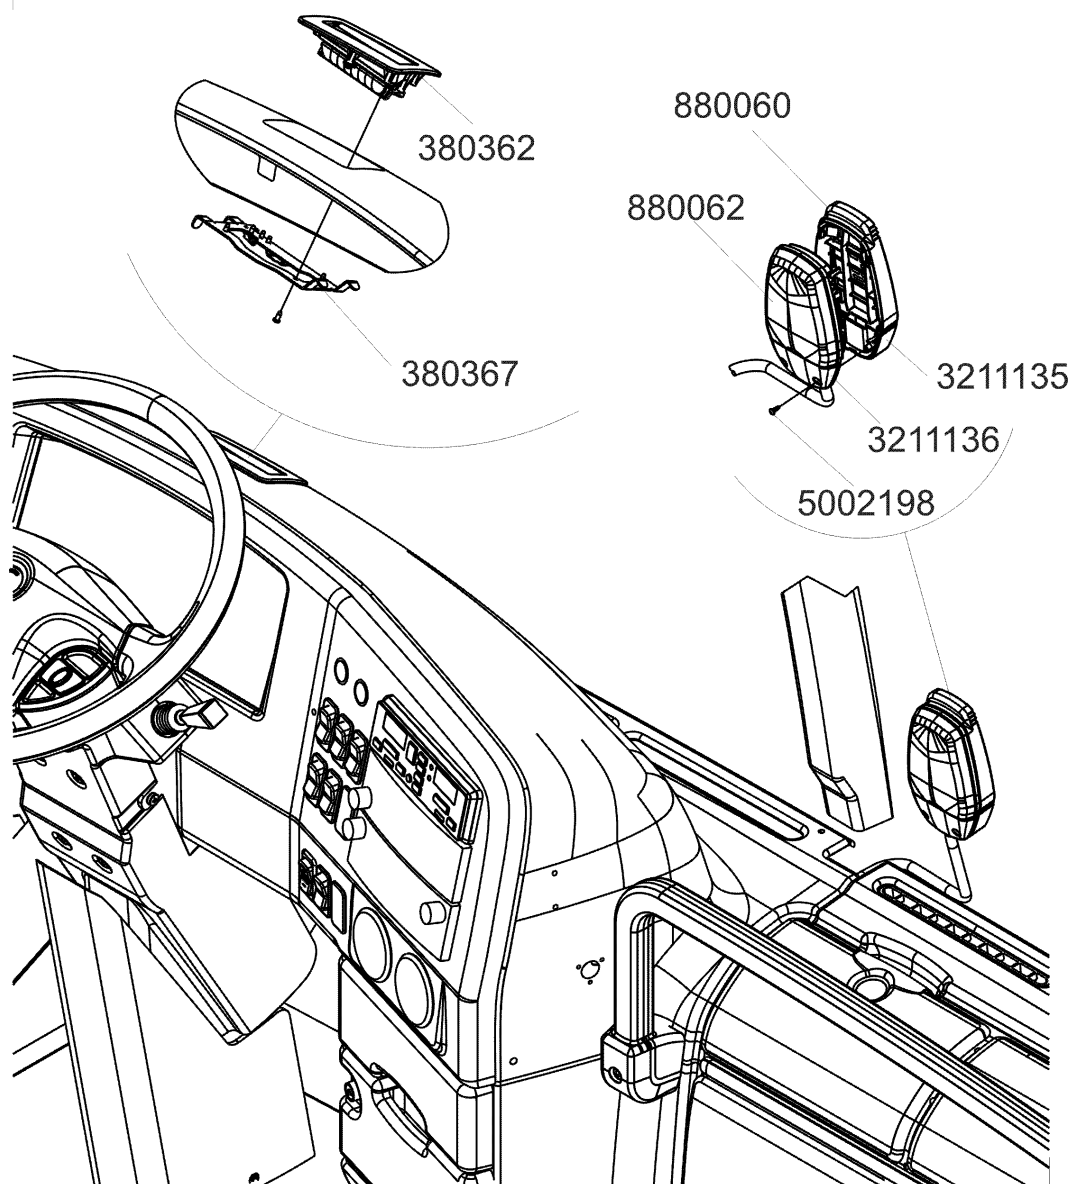

FIGURE 1: CAMÉRA DE PAREBRISE ET AFFICHEUR D’ALERTE TÊTE HAUTE (HUD)
- Jetez un coup d'oeil à la Figure 1.